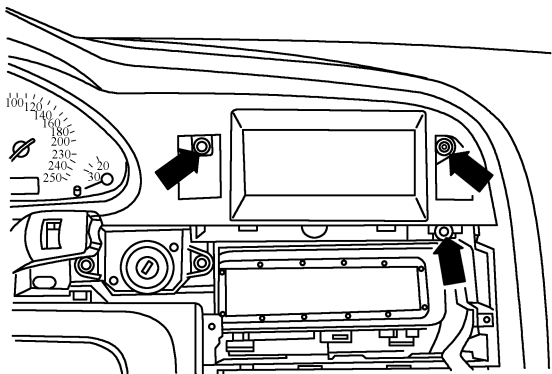

图 9-2-11 旋出螺栓
(19) 旋出图 9-2-11 箭头所示螺栓，并将组合仪表挡板从仪表板中拉出少许。